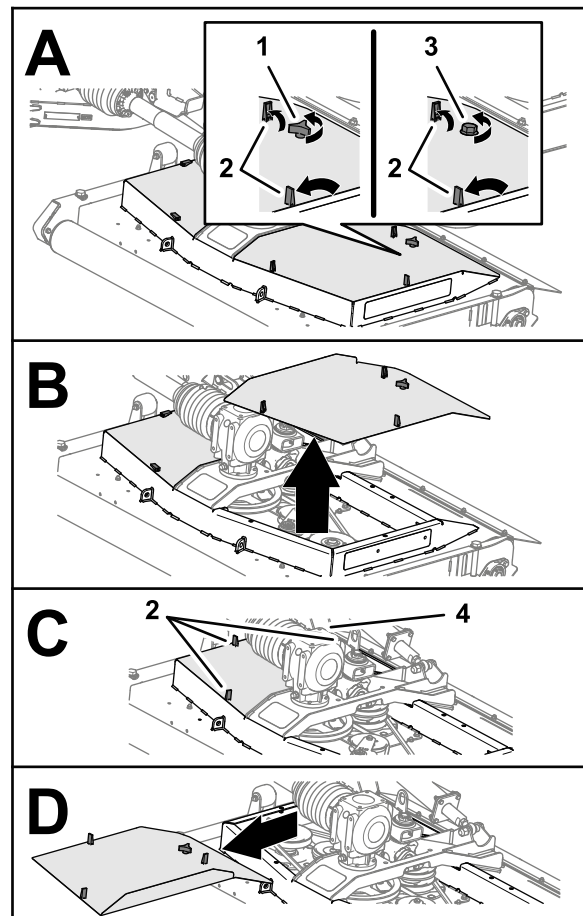

図 46
1. デッキカバーを固定しているラッチ 3 個を外す図 46。
2. デッキカバーをデッキに固定しているノブ CE 仕様の場合はボルトをゆるめる図 46。
4. 他のカバーについても同様にステップ 1 と 2 を行う図 46。